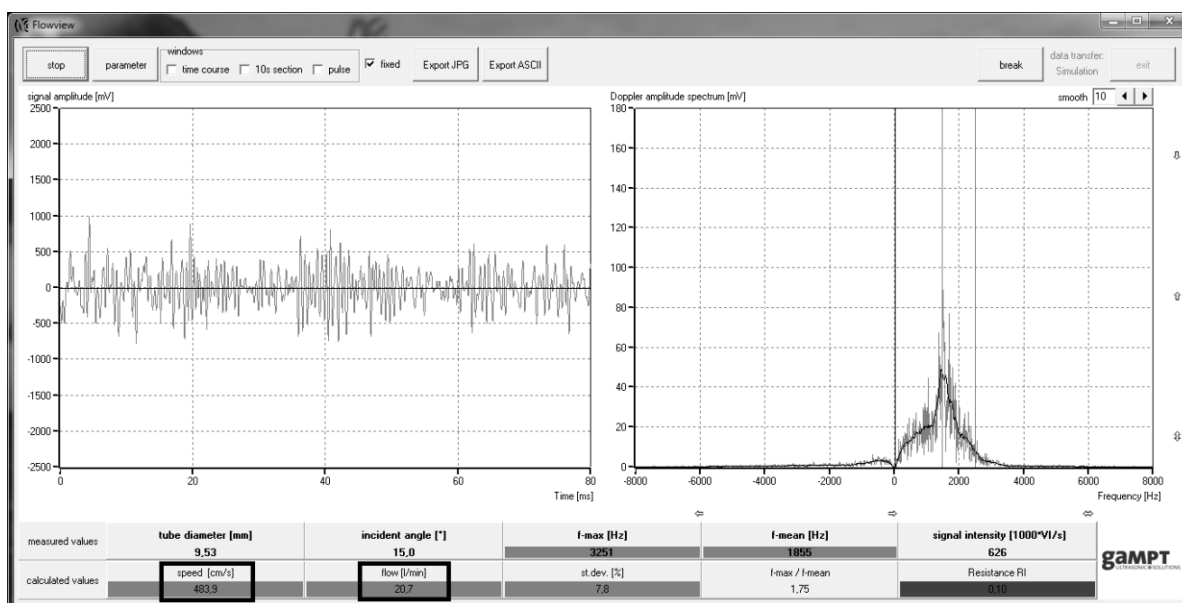

Рисунок 45. Главное окно программы FlowView
7. В основном окне программы (Рисунок 45) найдите текущие значения скорости потока  $v_0$  и расход  $Q$ .